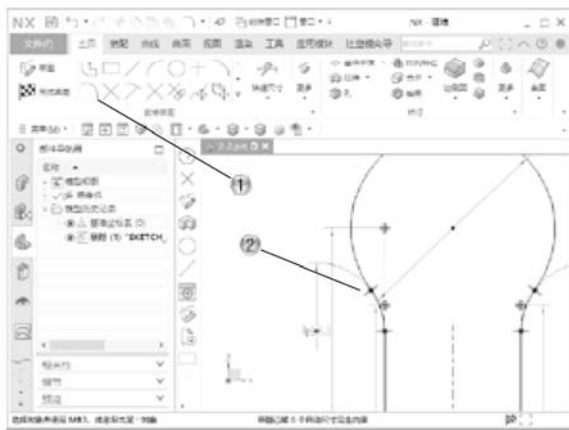

图 2-58
- ① 单击【主页】选项卡中的【圆角】按钮，如图 2-58 所示。
- ② 在绘图区中，创建半径为 6 的圆角。